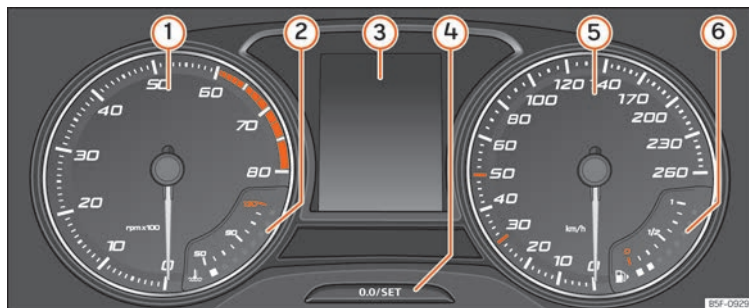

Fig. 123 Combiné d'instruments à l'avant.
Explications concernant les cadrans »» fig. 123 :
- Appuyez brièvement sur le bouton **0.0/SET**  **»» fig. 123**  pour remettre le compteur kilométrique journalier à 0.